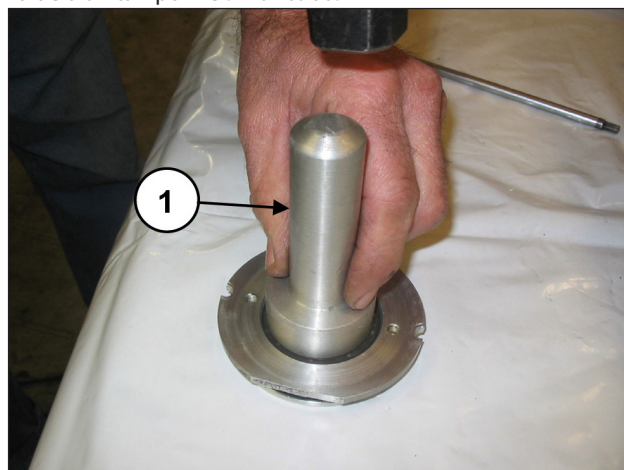

Fig. 169
Monter le joint d'huile sur le couvercle (rep. ①, Fig. 169) à l'aide d'un tampon réf. 27910900.